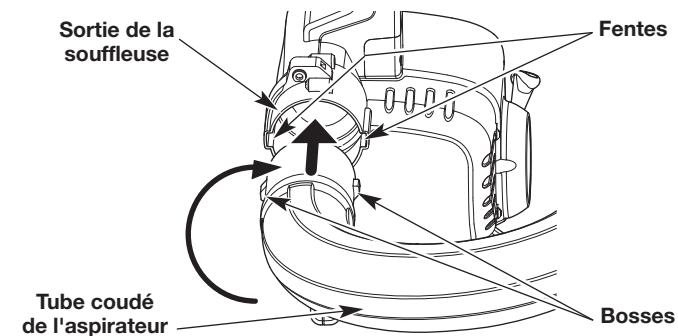

Fig. 6
1. Alignez les bosses du tube coudé de l'aspirateur avec les fentes de la sortie de l'aspirateur (Fig. 6). L'extrémité évasée du tube coudé de l'aspirateur doit pointer vers la droite.
2. Insérez le tube coudé de l'aspirateur dans la sortie de la souffleuse (Fig. 6).
3. Tournez le tube coudé de l'aspirateur dans le sens horaire jusqu'à ce qu'il s'enclenche (Fig. 6).